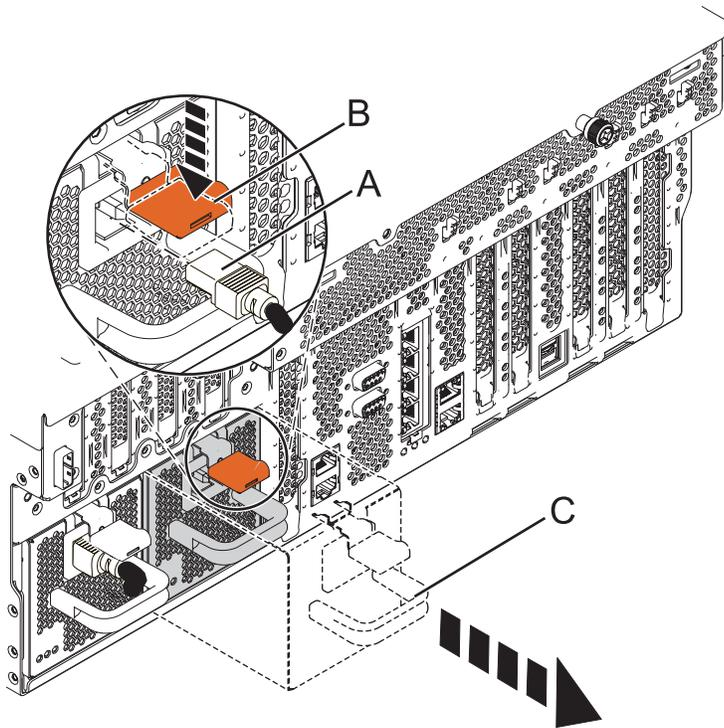

Figura 4. Extracción de la fuente de alimentación
5. Desconecte el cable de alimentación **(A)** de la parte frontal de la fuente de alimentación como se muestra en la Figura 4 en la página 6.
6. Presione hacia abajo el mecanismo de cierre **(B)** como se muestra en la Figura 4 en la página 6.